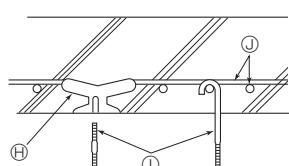

Рис. 2-5
- ② Железобетонные конструкции (Рис. 2-5)